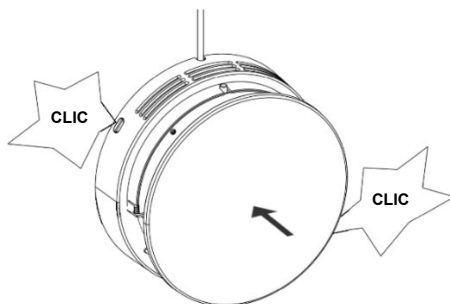

Figure 35 - Remplacez la centrale dans le mur.
8. Remplacez la centrale dans le mur et enfoncez-la avec précaution jusqu'à ce que les encoches s'enclenchent (voir Figure 35 ci-dessous).